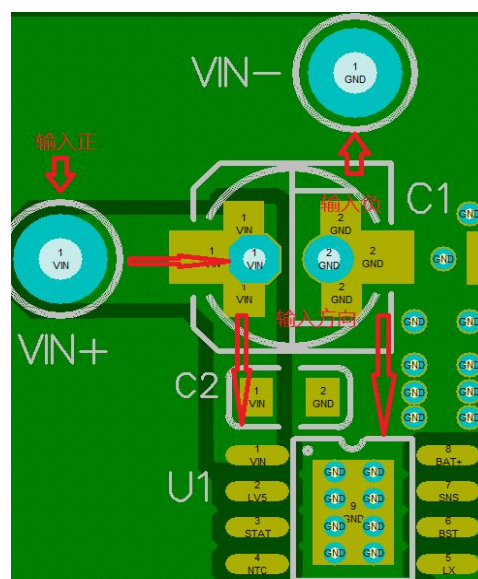

图 1
1. 输入正负极走线尽量先经过输入大小两个电容，分别再到芯片的第一脚和底盘地，放置在输入大电流回路。如下图 1 所示：